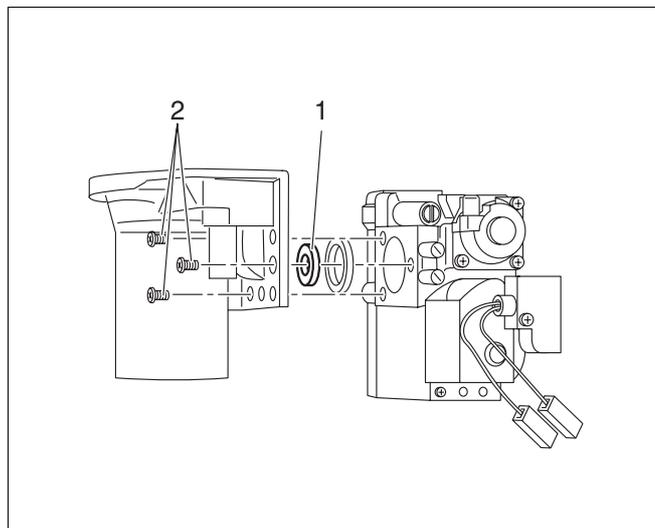

Fig. 80 Sostituire l'apparecchiatura del gas Logamax plus GB122: cambiare l'apparecchiatura del gas
- Allentare tre viti (fig. 80).